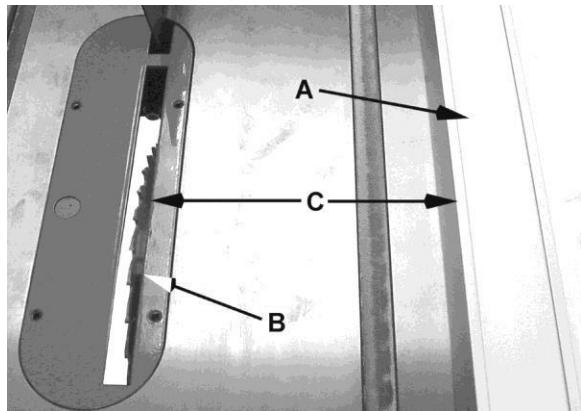

Рис. 9-4
Параллельный упор (A, рис. 9-4) следует установить в соответствии с шириной распила (C), используя шкалу на передней направляющей или измерив расстояние между пильным диском (B) и параллельным упором (A). Не вставайте на одной линии с пильным диском и обрабатываемой деталью, чтобы избежать попадания опилок и щепок с пильного диска или отскока, если это произойдет.